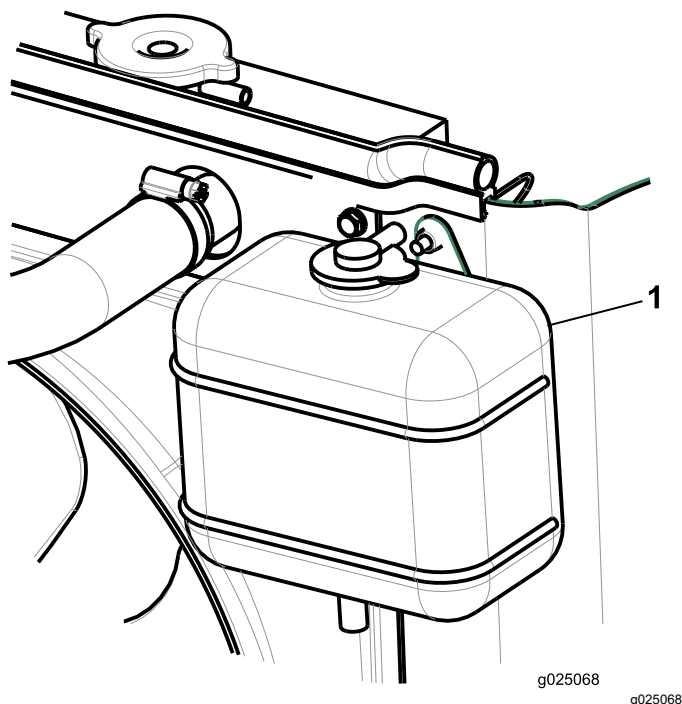

Figura 25
2. Controllate il livello di refrigerante nel serbatoio di espansione (Figura 25).